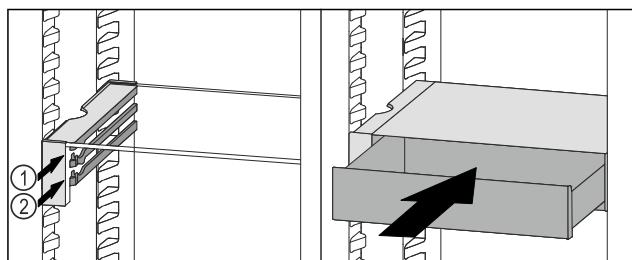

Fig. 119
- Встановити висувний ящик VarioSafe за стопорами на потрібне ребро Fig. 119 (1) або Fig. 119 (2).